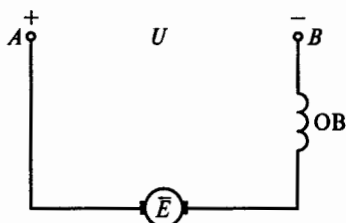

Рис. 246
**10.47.** Как направлен ток в обмотке возбуждения двигателя с последовательным возбуждением на рис. 246?